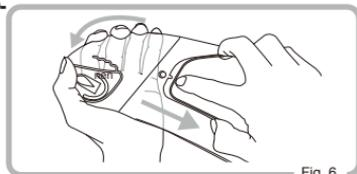

Fig. 6
- ③ Assurez-vous que le joint en silicone de la lentille insérable originale Pinlock® est solidement attaché dans son entirety à l'écran lorsque vous montez l'écran sur le casque. S'il y a un espace quelconque entre eux, référez-vous à "Comment ajuster la lentille insérable originale Pinlock® après sa fixation" et ajustez la lentille.
- ④ Ôtez le film protecteur de la lentille insérable originale Pinlock®.
- ① Retirez l'écran du casque.
- ② Retirez la lentille insérable originale Pinlock® des broches excentriques en fléchissant l'écran. (Fig.6)